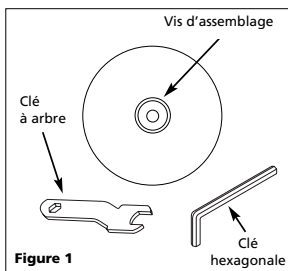

Figure 1
1. Enlever la vis d'assemblage et la meule a tronçonner (Voir Figure 1). Une clé à arbre est comprise avec quelques modèles.